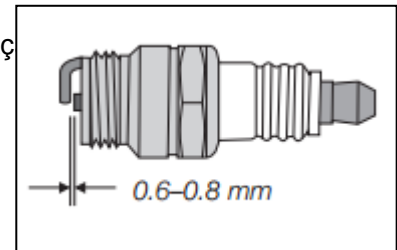

Figura 31
4. Verifique a folga do elétrodo com um apalpador e ajuste a folga para 0,030(0,76mm), se necessário. Veja a Figura 31.